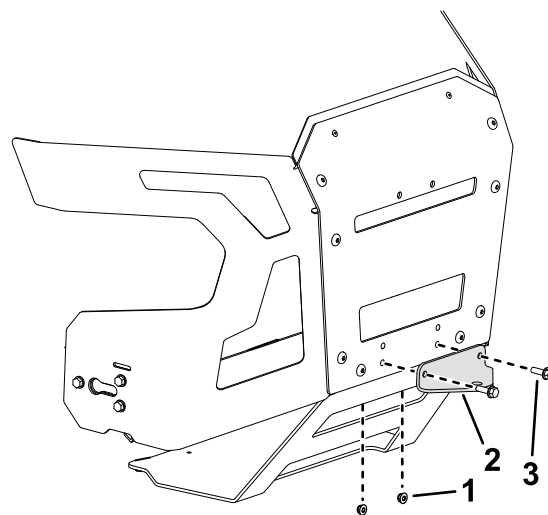

Рисунок 12
1. Снимите 2 имеющихся болта, 2 гайки и кронштейн сцепки с днища задней защиты (Рисунок 12).